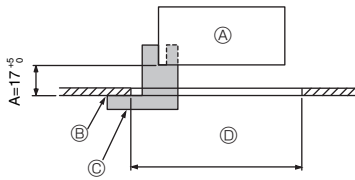
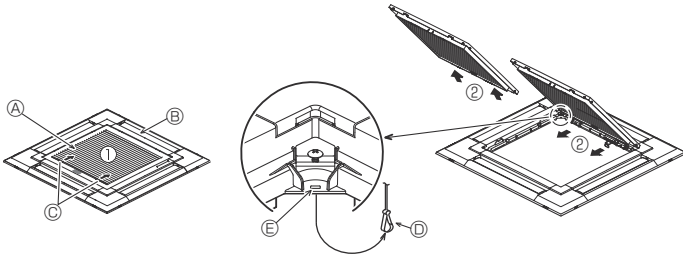

Fig. 9-2
Fig. 9-3
9.2. การเตรียมการติดตั้งตะแกรง (Fig. 9-2)
- ใช้เกจ ② ที่ให้มาพร้อมเครื่องมือชุดนี้ ปรับและเช็คตำแหน่งของเครื่องหลักให้ติดกับพื้นผิวของเพดาน หากเครื่องหลักติดตั้งในตำแหน่งที่ไม่เหมาะสมกับพื้นผิวเพดาน อาจทำให้อากาศรั่วและเกิดการสะสมของหยดน้ำ
- Ⓒ เกจติดตั้ง ② (สอดเข้าไปในเครื่องหลัก)
9.2.1. การถอดตะแกรงช่องลมดูดเข้า (Fig. 9-3)
- เลื่อนที่จับไปตามทิศทางของลูกศร ① เพื่อถอดตะแกรงช่องลมดูดเข้า
- ในสภาพที่ตะแกรงช่องลมดูดเข้าเปิดอยู่ ถอดที่ยึดตะแกรงช่องลมดูดเข้าออกจากตะแกรงตามลูกศร ②
- คลายสกรู 4 ตัวที่มุมเลื่อนฝาครอบมุมไปในทิศทางตามลูกศร ① ในภาพ และถอดฝาครอบมุมออก
- [Fig. 9-3] [Fig. 9-4]
- Ⓑ ตะแกรง ①